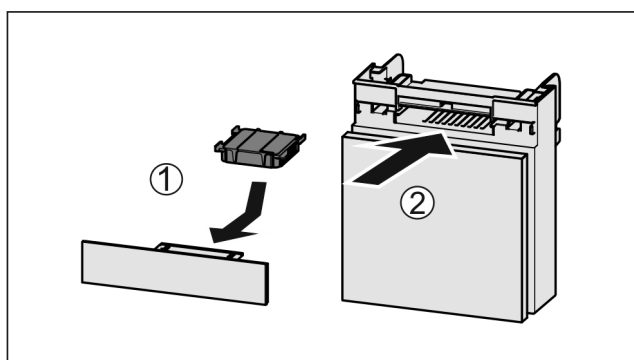

Fig. 175
- Aktivkohlefilter nach Abbildung einsetzen Fig. 175 (1).
- Fach einschieben Fig. 175 (2).